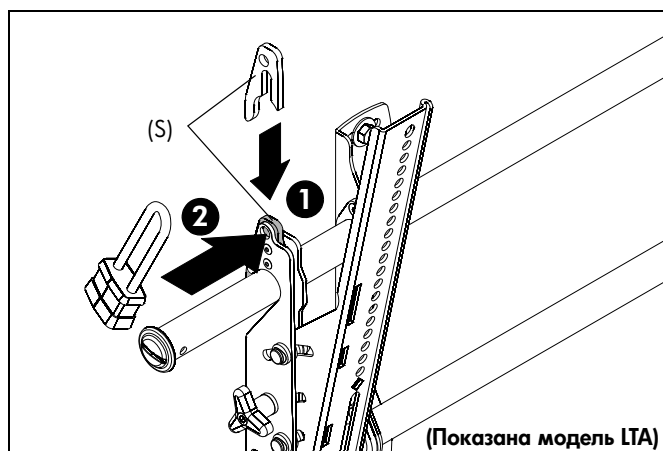

рис. 9
1. Установка на крепление дополнительной защитной скобы (S или T). (См. рис. 9)